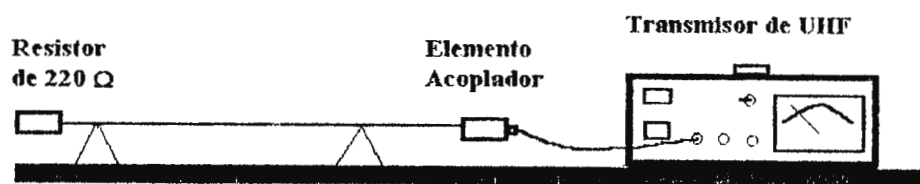

FIGURA 8.
- 1- Implementar el circuito como se muestra en la figura 8.; Colocar la línea de manera tal que sea posible observar la graduación de la regla debajo de esta, es decir, que se pueda obtener fácilmente una medida de distancia en cualquier punto de la línea.